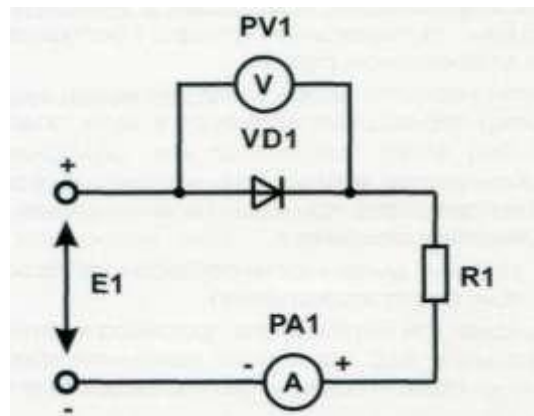

Рис. 1.5 Исследование полупроводниковых диодов
1. Собрать схему для исследования выпрямительного диода VD1 блока «Нелинейные элементы» на постоянном токе (рис. 1.5). В качестве R1 использовать сопротивление 100 Ом блока «Резисторы/ Активная нагрузка». Для измерения тока использовать один из мультиметров блока «Мультиметры», для измерения напряжения использовать один из приборов блока «Измерительные приборы», задав для них соответствующие режимы работы. В качестве источника питания использовать стабилизированный регулируемый источник Е1 блока «Источник питания». Ручку регулировки напряжения источника установить в крайнее левое положение, повернув ее против часовой стрелки до упора. Собирая схему особое внимание обратить на полярность подключения источника питания. Представить схему для проверки преподавателю.
4. Собрать схему для исследования выпрямительного диода Шоттки VD3 блока «Нелинейные элементы» на постоянном токе в соответствии с рис. 1.5, заменив в схеме выпрямительный диод VD1 на диод Шоттки VD3. Представить схему для проверки преподавателю.
6. В одной системе координат построить графики ВАХ для обоих диодов. Там же следует для каждого диода построить ВАХ идеального $p-n$ - перехода и по формуле (1) при I_0 - усредненном обратном токе соответствующего диода. Необходимый для расчетов параметр $m \cdot \phi_T$ можно определить по формуле